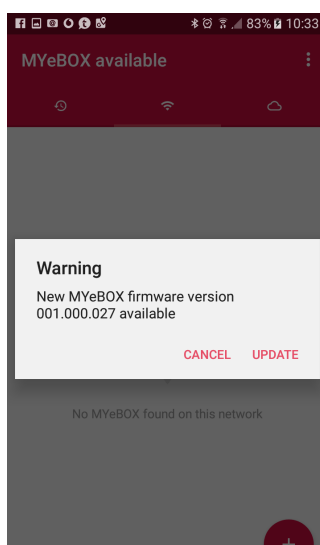

Figura 25: Ekran aplikacji MyEBOX pokazujący nową wersję.
- 5.- Po podłączeniu urządzenia do aplikacji, należy sprawdzić, czy istnieje nowsza wersja firmware'u urządzenia. Jeśli istnieje nowa wersja firmware'u, aplikacja pokazuje komunikat podany na **Figura 25**